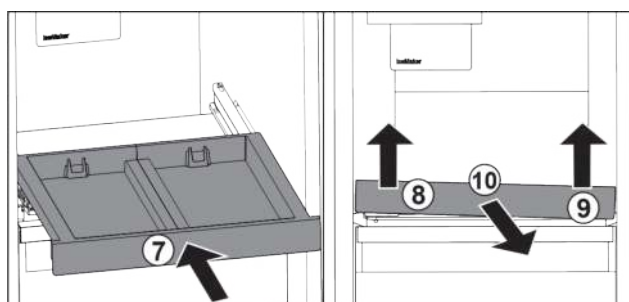

Fig. 106
- Auszugsbord einschieben. Fig. 106 (7)
- Auszugsbord vorne links anheben. Fig. 106 (8)
- Auszugsbord vorne rechts anheben. Fig. 106 (9)
- Auszugsbord nach vorne entnehmen. Fig. 106 (10)